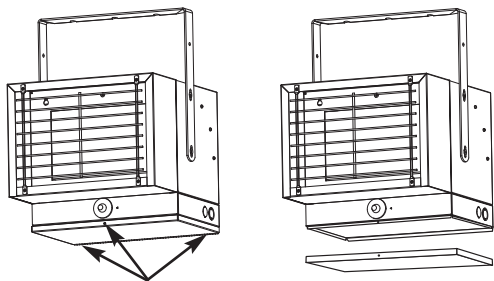

Figure 3
REMARQUE : Pour accéder au câblage sur site et aux commandes du chauffage, il faut ouvrir le panneau trappe du bas comme c'est montré en Figure 3. Il faut prendre des dispositions pour laisser un accès à ce panneau.
1. Pour amener l'alimentation secteur au radiateur, enlevez simplement les trois vis du fond de l'appareil. Cela permet au couvercle de s'enlever, en donnant accès au câblage électrique et aux connecteurs (Voyez la Figure 3).